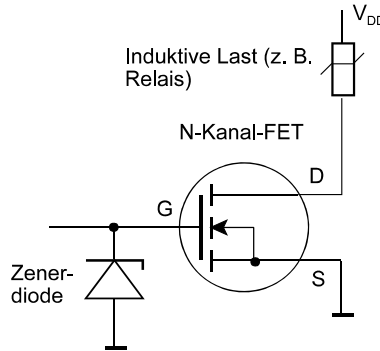

Abb. 4
7. Abb. 4 zeigt eine weitere Leistungsschaltung mit N-Kanal-FET. Wozu ist die Zenerdiode gut? (Kurze Erläuterung.)